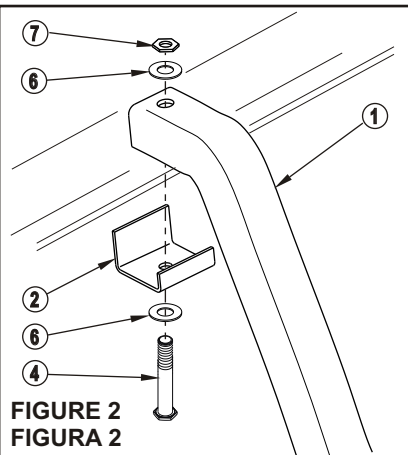

FIGURE 2 FIGURA 2
**STEP 2.** Attach pinch plates to mount brackets and vehicle as shown. Hand tighten (See Figure 2 ).
**ETAPE 2.** Fixez les plaques de serrage aux supports de montage et au véhicule tel qu'illustré. Serrez à main (voir figure 2).